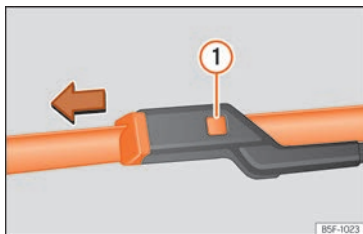

Fig. 43 Substituição das escovas do limpador para-brisas.
- Mantenha pressionado o botão de desbloqueio » **Fig. 43** ❶ puxando ligeiramente pela escova no sentido da seta.